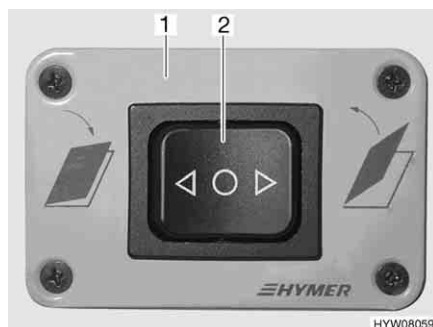

Fig. 65 Centralina di controllo per l'oblò
L'oblò a comando elettrico può essere aperto o chiuso con il pulsante basculante (Fig. 65,2) sulla centralina di controllo (Fig. 65,1). L'oblò può essere aperto durante la marcia.
**Apertura:** ■ Premere verso destra il pulsante basculante (Fig. 65,2) sulla centralina di controllo (Fig. 65,1).
**Chiusura:** ■ Premere verso sinistra il pulsante basculante (Fig. 65,2) sulla centralina di controllo (Fig. 65,1).